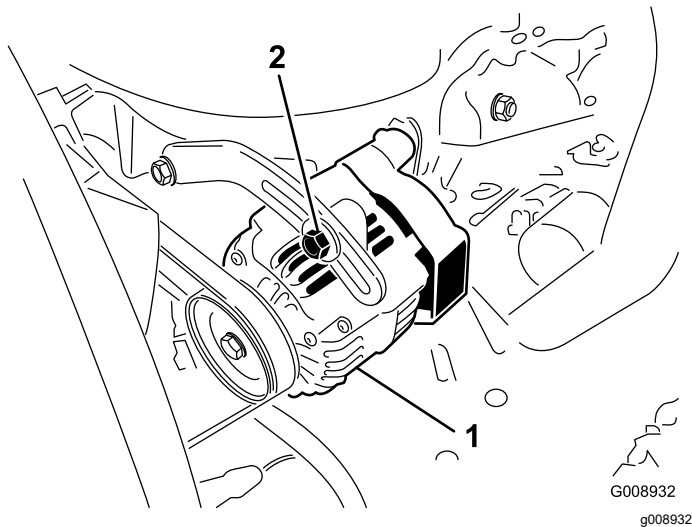

Figure 84
2. Si vous n'obtenez pas une flèche de 10 mm ( $\frac{3}{8}$  po), desserrez les boulons de fixation de l'alternateur (Figure 84).